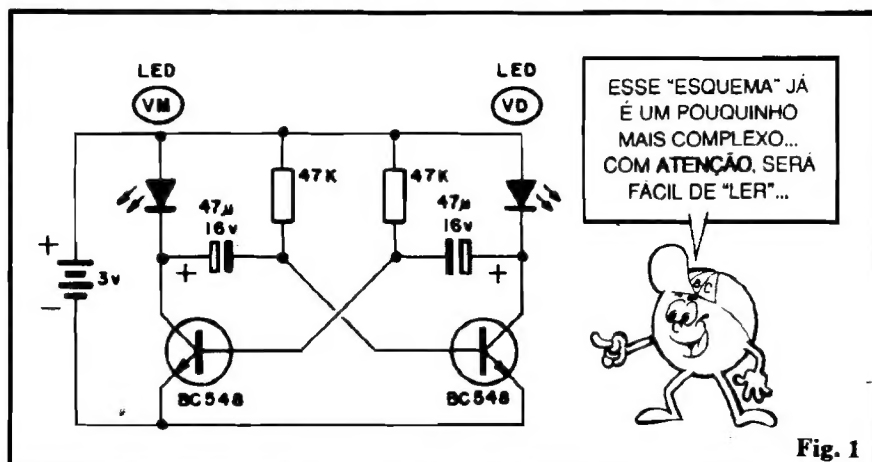
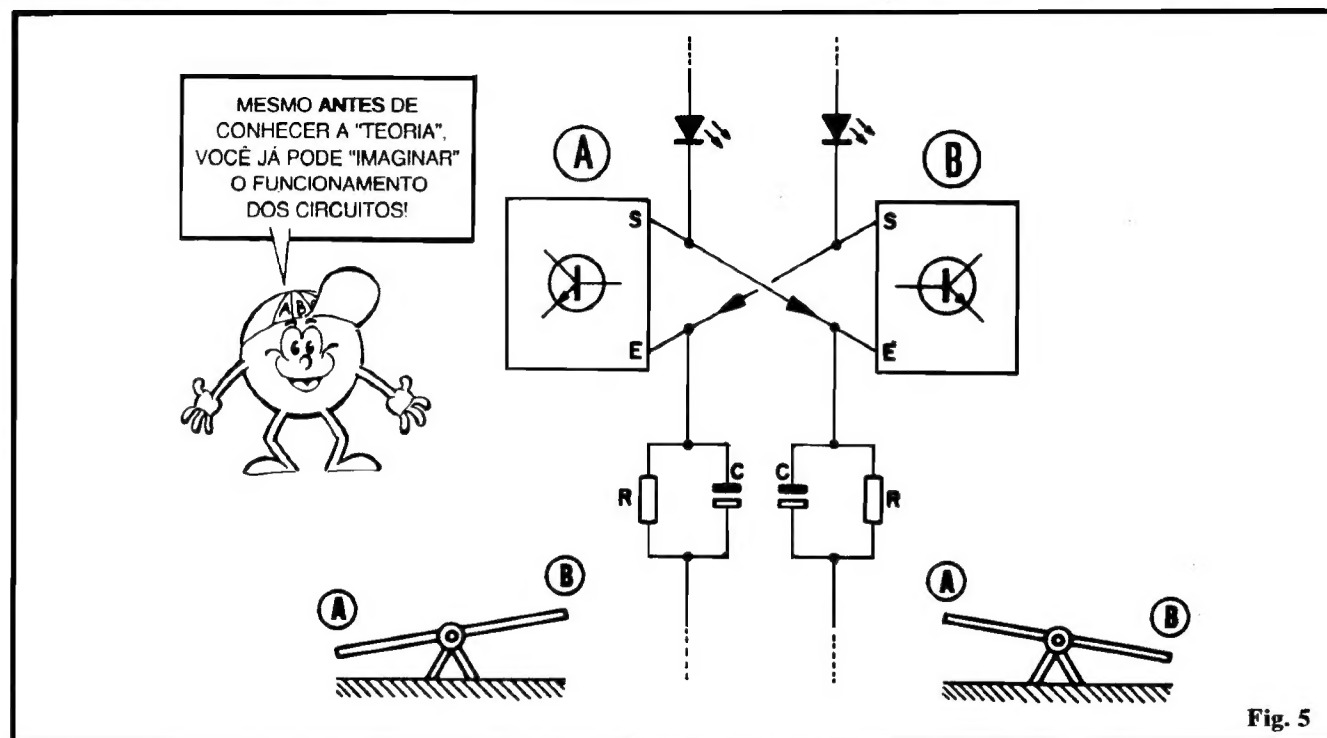

Fig. 1
Fig. 5
- FIG. 1 - Esquema do circuito do PISCA-PISCA ALTERNADO BICOLOR. Os componentes são poucos, porém a montagem já se mostra um pouquinho mais complexa do que a anteriormente mostrada. O Leitor/Aluno deve, desde esse seu início de aprendizado, procurar **entender** e familiarizar-se com a "leitura" e interpretação dos esquemas e diagramas. Para tanto, deverá observar sempre com atenção (procurando também decorar...) a simbologia adotada para representar os componentes e interligações. Comparar a aparência e o símbolo de cada componente, bem como relacionar visualmente o esquema com o chapeado, é o melhor e mais eficiente exercício para essa assimilação e memorização...
- **FIG. 5** - Basicamente o circuito pode ser dividido em duas "metades" rigorosamente iguais e simétricas (ver fig. 1 também.), cada uma contendo um transistor, um LED, um resistor e um capacitor eletrolítico. Cada um desses dois
blocos (A e B, na fig. 5) é, tecnicamente, um pequeno amplificador transistorizado, dotado de uma **entrada (E)** e uma **saída (S)**. Cada saída aciona um LED. As entradas têm suas condições elétricas dimensionadas pelos resistores e capacitores, no que se convencionou chamar de "rede RC de temporização". Outro fator interessante (fig. 5) é que os dois amplificadores apresentam-se em ligação "cruzada" (a **Entrada** de um ligada a **Saída** do outro e vice-versa...), estabelecendo o que chamamos de **realimentação** (objeto de estudos futuros no nosso "Curso"...). Esse arranjo recebe o nome técnico de MULTIVIBRADOR ASTÁVEL, ou FLIP-FLOP e simula, eletricamente, o funcionamento de uma gangorra! Isso mesmo: uma vez aplicada energia ao circuito, ele **oscila** ("A" sobe, "B" desce, "A" desce, "B" sobe, e assim indefinidamente...) num ritmo próprio e constante. Na gangorra, a energia é fornecida pelos impulsos dados pelas pernas dos "gangorristas", no circuito é o conjunto de pilhas que fornece a energia. Na gangorra, a velocidade do "sobe-desce" é determinada pelo ritmo com o que os "gangorristas" brincam (e é função também do comprimento